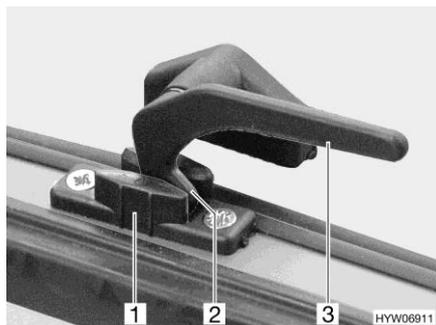

Fig. 56 Levier de verrouillage (position "Aération permanente")
- En position "Aération permanente" (Fig. 56)
- Tourner le levier de verrouillage (Fig. 56,3) d'un quart de tour vers le centre de la fenêtre.
- Tourner le levier de verrouillage d'un quart de tour vers le cadre de la fenêtre. Le tenon de verrouillage (Fig. 56,2) doit pénétrer alors dans le logement prévu à cet effet dans le verrouillage de fenêtre (Fig. 56,1).